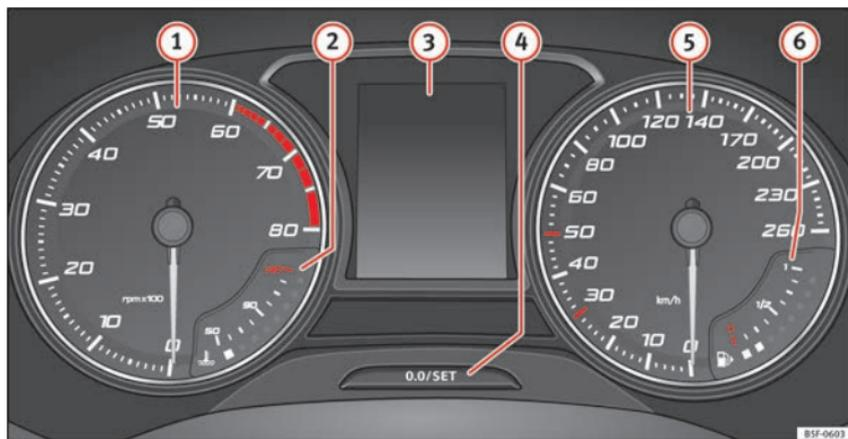

Abb. 121 Display des Kombi-Instruments in der Instrumententafel.
Der Drehzahlmesser zeigt die Motordrehzahl pro Minute an » Abb. 121 ①.
Die Nadel des Drehzahlmessers ① » Abb. 121 darf den roten Bereich nur für einen kurzen Moment erreichen, andernfalls besteht die Gefahr eines Motorschadens.
Beim Einschalten der Zündung können im Display des Kombiinstrumentes » Abb. 121 ③ je nach Fahrzeugausstattung verschiedene Informationen angezeigt werden:
- Drücken Sie kurz die Taste **» Abb. 121 ④**, um den Tageskilometerzähler auf 0 zurück zu setzen.
- Wenn Sie die Taste **④** drei Sekunden lang gedrückt halten, wird der vorherige Wert angezeigt.
- Zum Einstellen der Uhrzeit die Taste **» Abb. 121 ④** länger als 3 Sekunden gedrückt halten, um die Anzeige für Stunden oder Minuten auszuwählen.
- Zur weiteren Einstellung den oberen bzw. unteren Bereich der Taste **④** drücken. Zum Schnelldurchlauf gedrückt halten.
- Erneut die Taste **④** drücken, um die Einstellung der Uhrzeit abzuschließen.
Die Taste **» Abb. 121 ④** länger als 15 Sekunden gedrückt halten, um die Motorkennbuchstaben (MKB) des Fahrzeugs anzuzeigen. Dazu muss die Zündung ein- und der Motor ausgeschaltet sein.
Die Kühlmitteltemperaturanzeige **②** » **Abb. 121** arbeitet nur bei eingeschalteter Zündung. Um Motorschäden zu vermeiden, beachten Sie bitte die folgenden Hinweise zu den Temperaturbereichen.